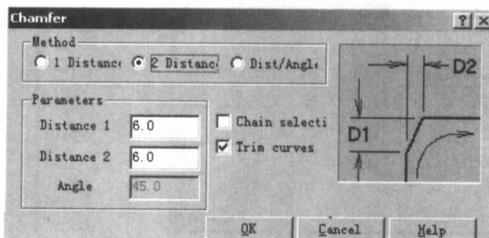

图 1-8
(7) 倒角功能增加了一个对话框, 选择 Chamfer (倒角) 选项, 打开该对话框, 如图 1-8 所示, 选取“2 Distanc”选项, 再输入参数。